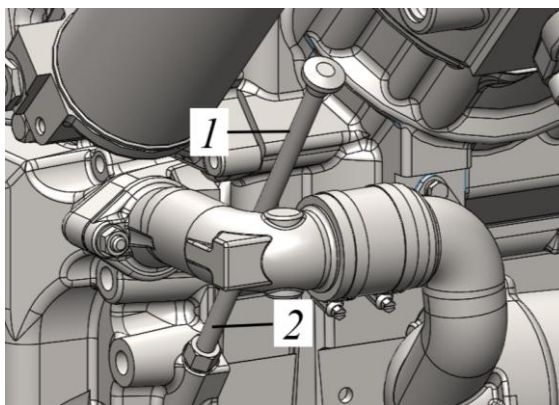

Рисунок 5.7. Место расположения щупа на двигателе
- Извлечь из держателя масляного щупа 2 масляный щуп 1 рис. 5.7.